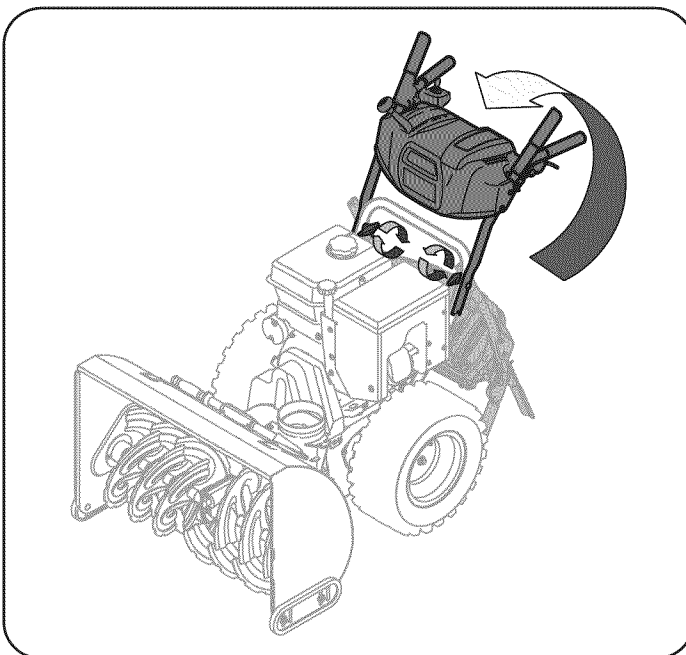
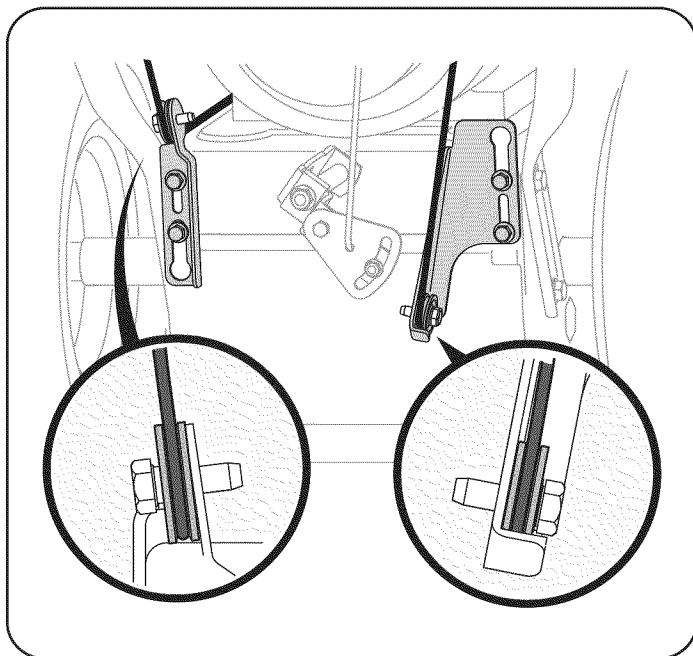

Figura 2
Figura 1
1. Observe el área inferior trasera de la máquina quitanieve para asegurarse de que ambos cables estén alineados con las guías rotatorias antes de girar la manija hacia arriba. Vea la Figura 1.
- a. Coloque la palanca de cambios en la posición de avance (F) 6.
- b. Tire hacia arriba y hacia atrás de la manija superior, tal y como se muestra en la Figura 2. Cuando usted levanta el mango hacia arriba, asegúrese que ambos finales del cable de centro son colocados correctamente en los soportes. Alinee la manija superior con la manija inferior.